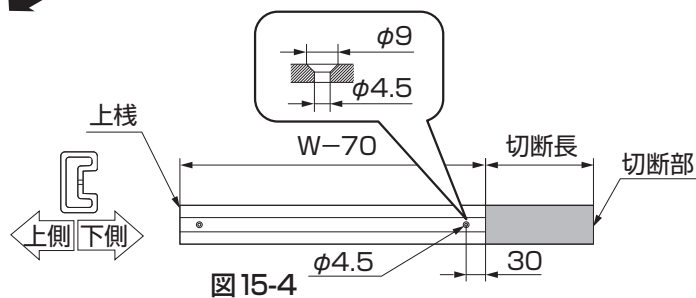

図 15-4
④上栈を切断した側から30mmのところ、φ4.5の下孔とφ9サラ取り加工してください。(図 15-4 参照)